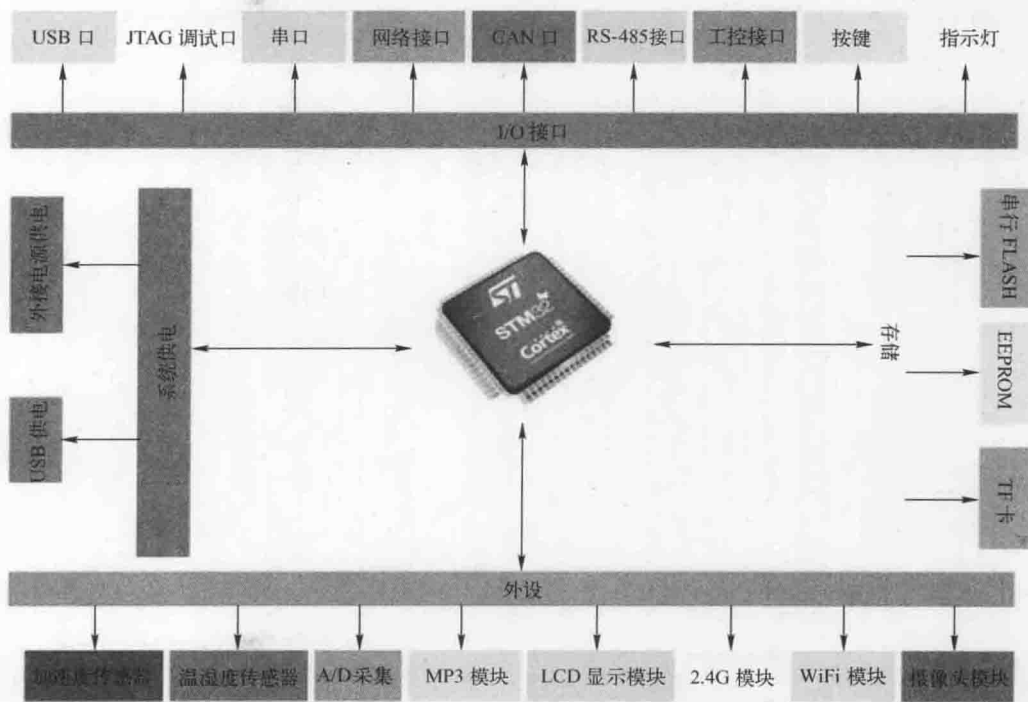

图 2.3 PCB 的总体框架图
(1) 在原理图的首页，应绘制 PCB 的总体框架图，如图 2.3 所示。